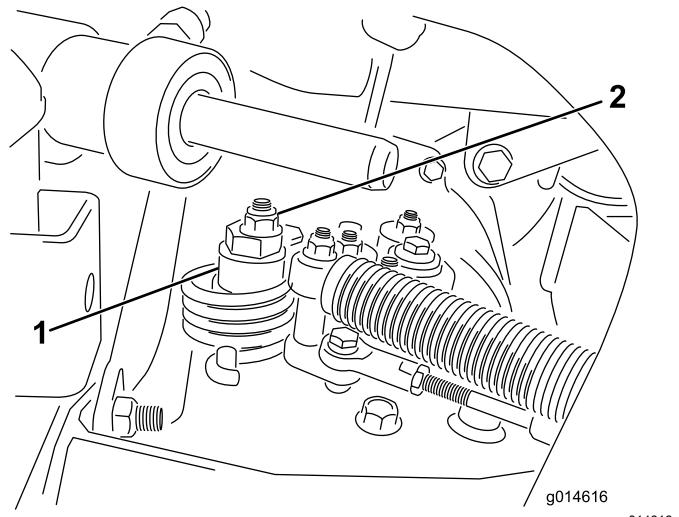

Figure 46
- A. Desserrez l'écrou de fixation de l'excentrique en haut de l'hydrostat (Figure 46).
- C. Tournez l'excentrique jusqu'à ce que la roue ne tourne plus dans aucune direction. Lorsque la roue arrête de tourner, serrez l'écrou pour bloquer l'excentrique et le réglage (Figure 46). Vérifiez le réglage avec la commande d'accélérateur en position BAS RÉGIME, puis HAUT RÉGIME.